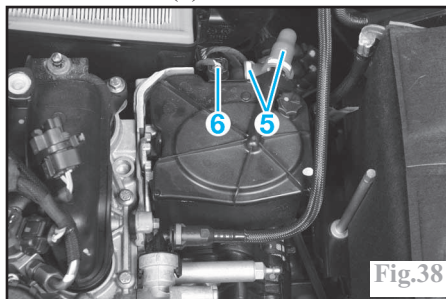

Fig.38
- les tuyaux de carburant (5) (Fig.38).
- le connecteur (6).